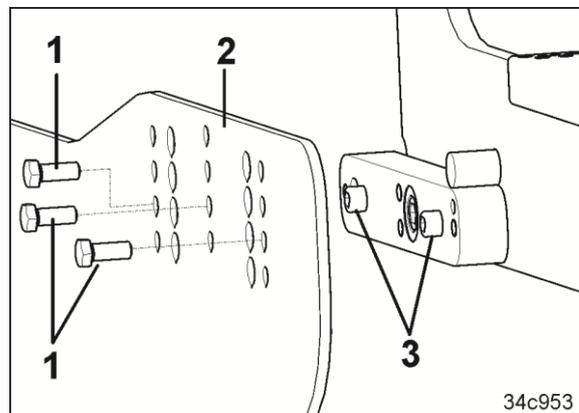

Fig. 223
1. Die 6°kt-Schrauben (Fig. 223/1) entfernen.
2. Das Seitenblech (Fig. 223/2) von den Zapfen (Fig. 223/3) abziehen und in der gewünschten Höhe wieder auf die Zapfen aufstecken.